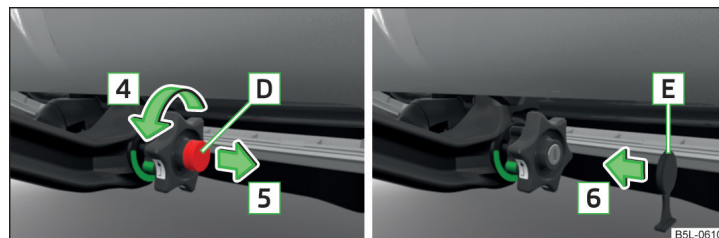

Fig. 147 Încuiați încuietoarea și scoateți cheia / așezați capul încuietorii
- Încuiați încuietoarea roțiței prin rotirea cheii [D] » fig. 147 până la limitator în sensul săgeții [4] și scoateți cheia în sensul săgeții [5].